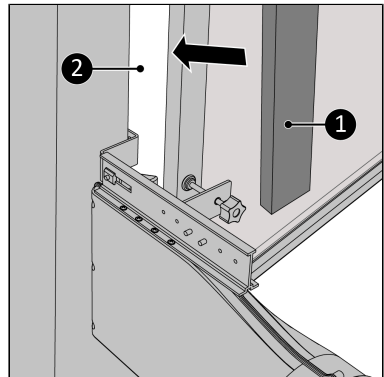

Abbildung 127.
- Füllen Sie die Freiräume (Abbildung 127, Pos. 2) mit dem gelieferten Isolierschaum (Abbildung 127, Pos. 1) auf, schneiden Sie den Schaum ab, falls notwendig*.